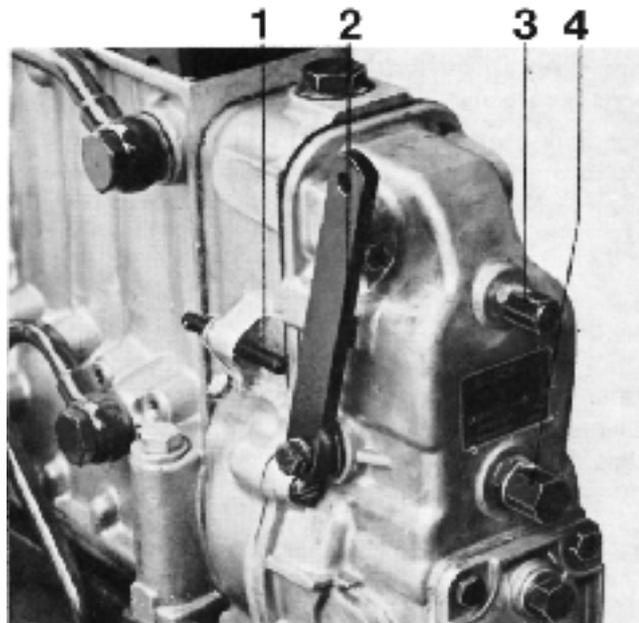

Fig. 71.
1. Faire chauffer le moteur. Faire tourner le moteur au régime maxi, sans charge. Vérifier si le levier de commande (2, figure 71) vient contre la butée de régime maxi (1).
3. Si nécessaire, régler la vis de butée (1) jusqu'à avoir le régime correct. Plomber ensuite la vis de réglage.
2. Régler si besoin le régime de ralenti avec la vis sous l'écrou en coupole (3, figure 71).